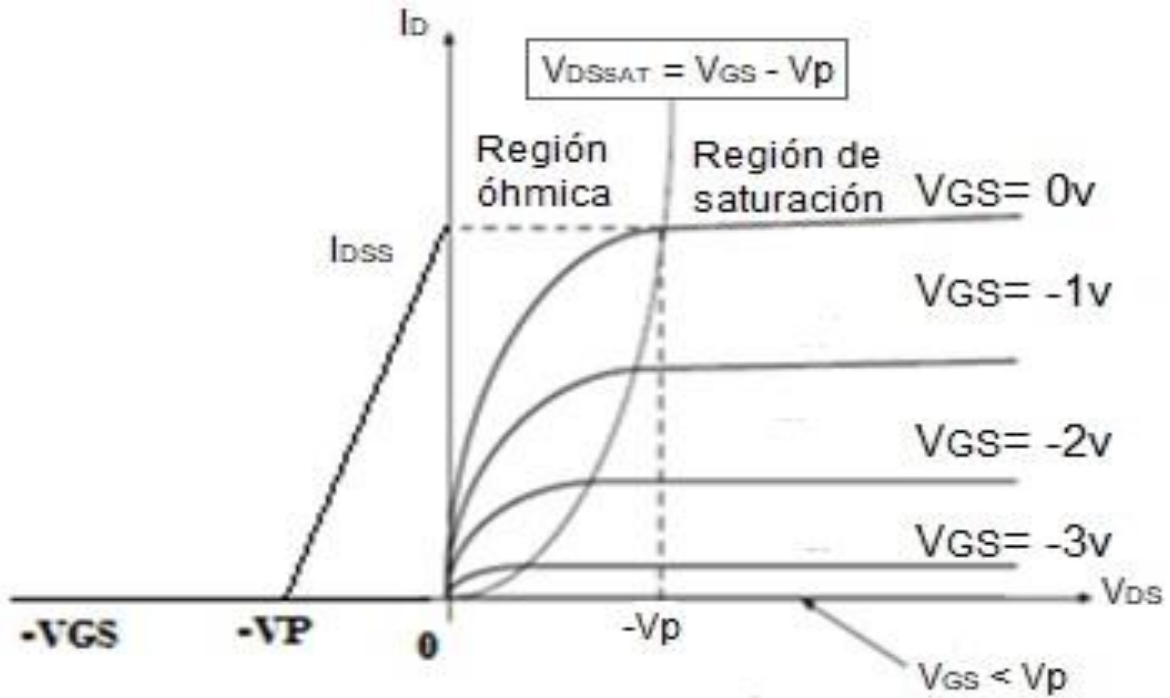

Figura 41 Curva característica del canal "N".
En la Figura 41 se representan las curvas características del JFET de canal N donde se observa que existe una región próxima al origen, denominada región óhmica, y otra región más alejada en la que las curvas son rectas casi horizontales, que se denomina región de saturación.
- 4.- Grafique los datos obtenidos en la gráfica (Figura 41 de la introducción).
- 8.- Grafique los datos obtenidos en la gráfica (Figura 41 de la introducción).
12.- Grafique los datos obtenidos en la gráfica (Figura 41 de la introducción).